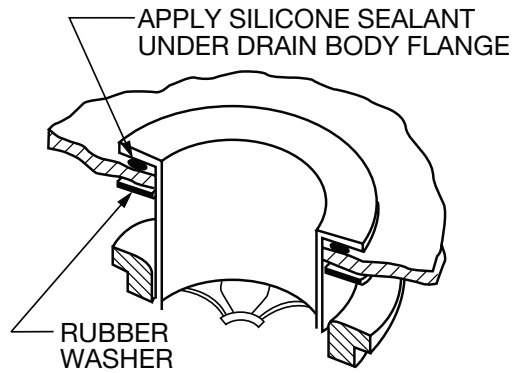

Figure 2
2. Remove sink from opening and install faucet (supplied by others). Use flexible supply lines where permissible. If sweat connections are required, make all attachments before the sink is in place. Install drain plug by applying a bead of silicone sealant to the underside and tightened in place as shown in Figure 2. Wipe away excess sealant.
2. Retirez l'évier de l'ouverture et installez le robinet (fourni séparément). Utilisez des conduits flexibles là où cela est permis. Si des raccords sont nécessaires, veuillez tous les faire avant que l'évier soit en place. Installez le bouchon de drain en appliquant une perle de l'agent d'étanchéité à base de silicone en dessous et serrez en place comme indiqué à la Figure 2. Essuyez tout excédent de l'agent d'étanchéité.